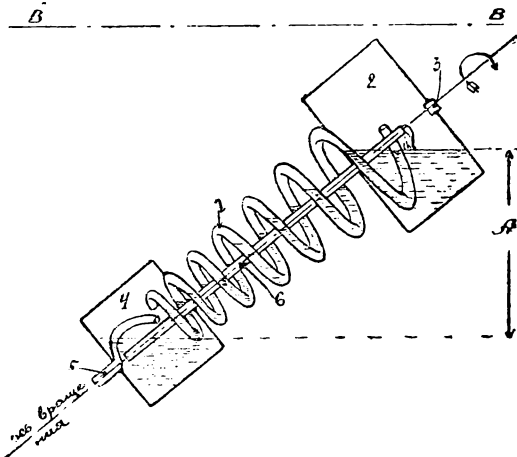

Рис. 2. Насос для нагнетания воздуха.
По принципу Архимеда винта устраивались во Франции воздухонагнетательные насосы, подававшие воздух для кузнечных горнов. Действие их можно легко представить себе из рассмотрения рис. 2. Здесь мы видим изогнутую по винтовой линии трубу (1). Верхние и нижние концы полученного таким образом змеевика впаины в резервуары.